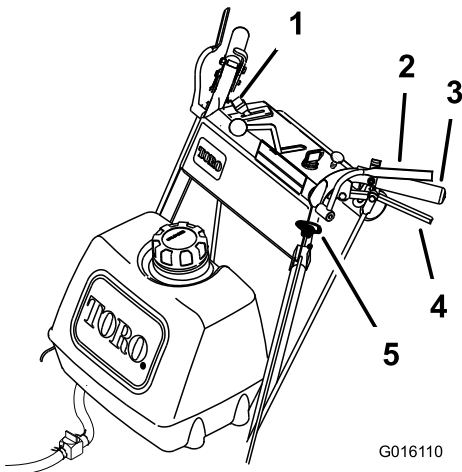

Figura 12
1. Para engatar as lâminas do cortador, aperte as alavancas do controlo de presença do operador (CPO) contra as pegas do manípulo (Figura 12).
1. Empurre o botão de controlo da lâmina (PTO) para baixo para a posição DESLIGAR (Figura 12).
2. Soltar as alavancas de controlo de presença do operador (CPO) desliga o motor e para as lâminas (Figura 12) com a alavanca de controlo da lâmina engatada.